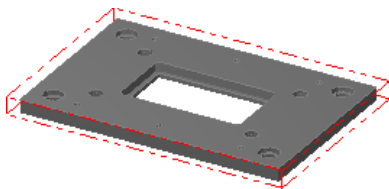

图 2.3 显示工件
Step4. 单击“机器群组属性”对话框中的 按钮，完成工件的设置。此时零件如图 2.3 所示，从图中可以观察到零件的边缘多了红色的双点画线，双点画线围成的图形即为工件。